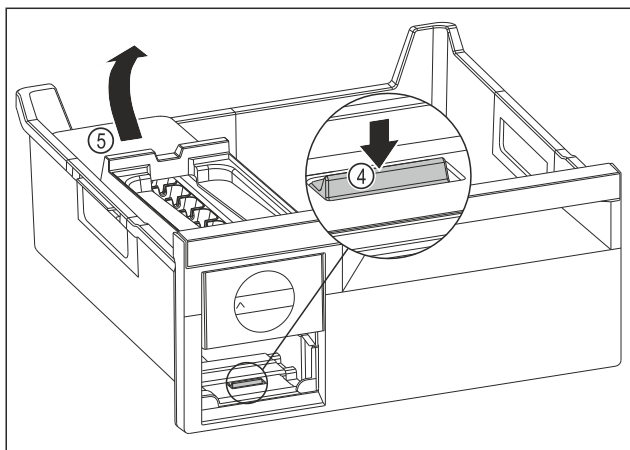

Fig. 110
- Vegye ki az EasyTwist-Ice egység testét: Nyomja le a fület Fig. 110 (4) az ujjával, és ezzel egyszerre emelje meg a másik kezével hátulról az EasyTwist-Ice egység testét Fig. 110 (5).